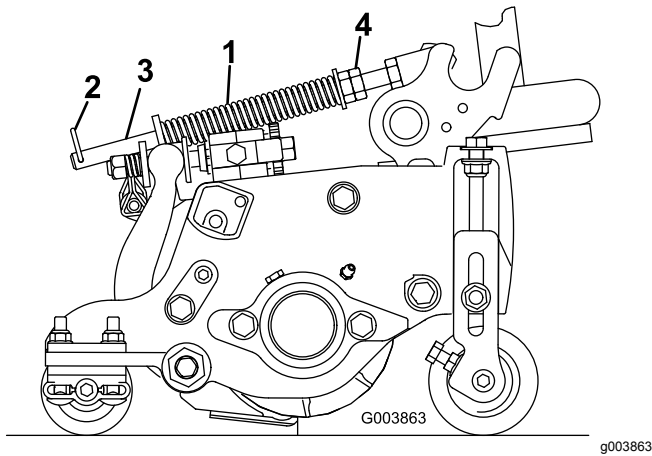

Bild 17
Die Rasenkompensierungsfeder (Bild 17) verlagert das Gewicht von der Front- zur Heckrolle. Dies reduziert ein Bobbing genanntes Wellenmuster auf der Grünfläche.
1. Stellen Sie sicher, dass der Splint in das hintere Loch in der Federstange eingesetzt ist (Bild 17).
2. Ziehen Sie die Sechskantmuttern vorne an der Federstange an, bis die zusammengedrückte Länge der Feder an 12,7-cm-Schneideinheiten 12,7 cm oder an 17,8-cm-Schneideinheiten 15,9 cm beträgt (Bild 17).